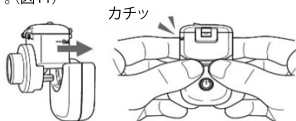

図11 薬液カップの取り付け方法
3. 洗浄・乾燥後、薬液カップを取り付ける。薬液カップを前方に押し出し、本体背面から取り付けて、前に押ししてください。(図11)